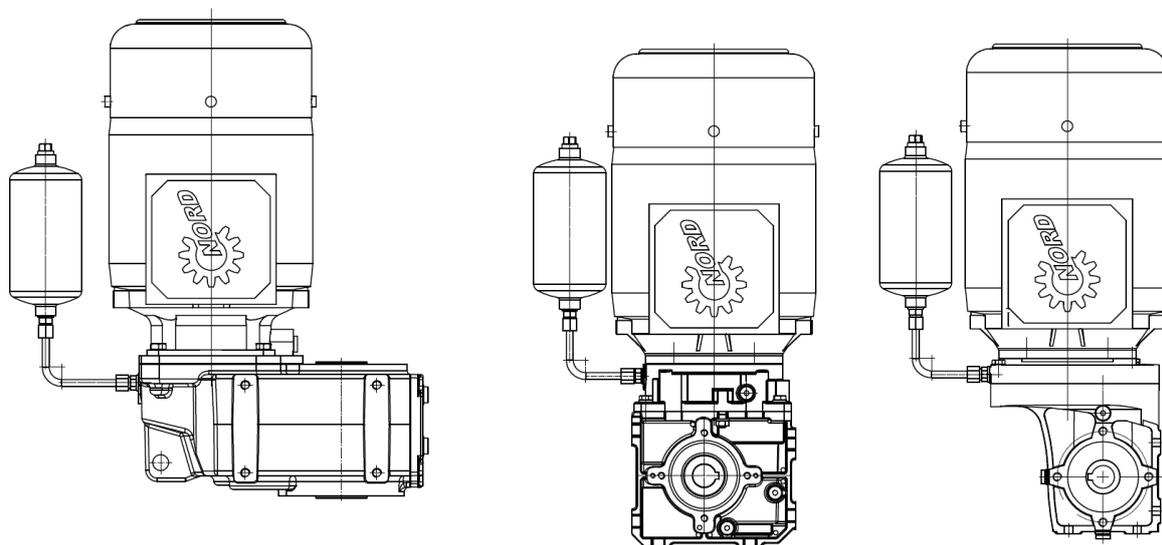

Abbildung 19: Position des Ölausgleichsbehälters
Der Ölausgleichsbehälter muss senkrecht mit dem Schlauchanschluss nach unten und der Entlüftungsschraube nach oben montiert werden. Der Behälter soll möglichst hoch angebaut werden, unter Berücksichtigung der Schlauchlänge. Vorschläge für die Position des Ölausgleichsbehälters siehe Abbildung 19. Beachten Sie, dass bei Bauform M4 mit Klemmkastenlage in Position 2 eine Montage des Ölausgleichsbehälters nicht möglich ist.
2. Montieren Sie den Ölausgleichsbehälter gemäß Abbildung 19. Richten Sie ihn dabei parallel zu Motorwelle aus.